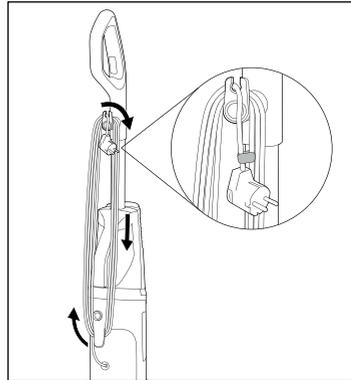

Fig. 44
- ◆ Enroulez le cordon d'alimentation **17** entièrement autour des deux supports de cordon supérieur et inférieur **16/20** (voir fig. 44).